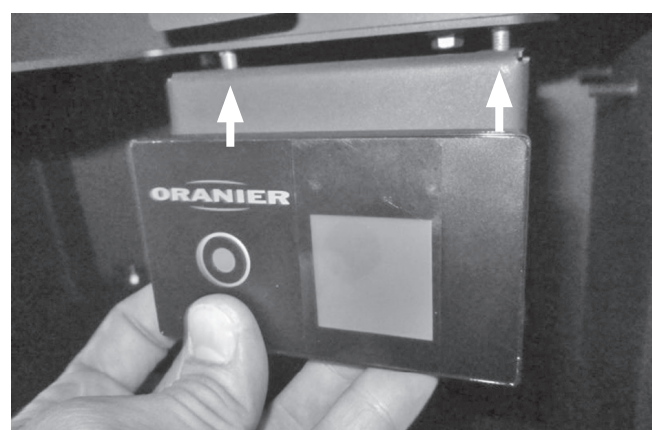
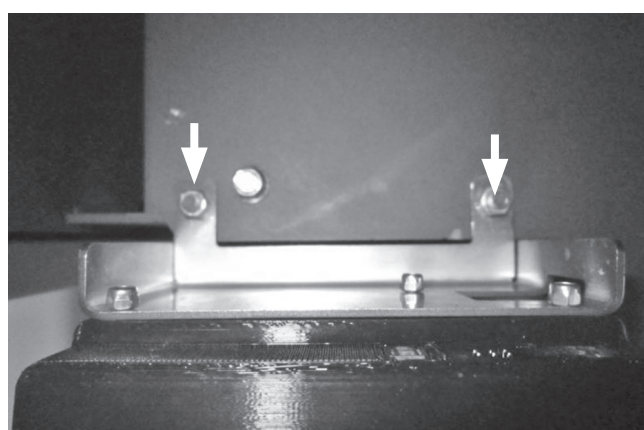

Fig. 10a
Fig. 10b
Faites glisser le bloc **régulateur électronique OrKa-Control ORANIER (1)** muni de son **support métallique (2)** sur les goujons situés sous le couvercle de protection de la boîte d'air du poêle (fig. 10a) et vissez à fond à l'aide de **2 écrous M5 (4)** munis de **rondelles (12)** (fig. 10b).